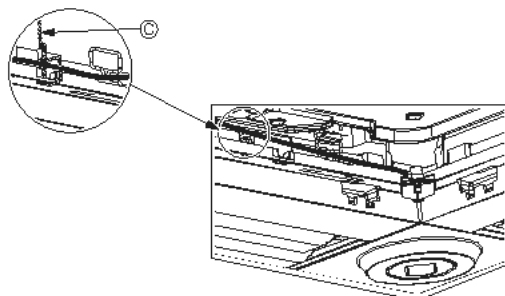

Fig. 10-12
- Fixez les fils du capteur i-See et du récepteur de signal au panneau à l'aide des fixations, comme indiqué sur le schéma, de sorte qu'il n'y ait pas de mou au niveau des fils, puis coupez le fil qui dépasse aux extrémités de la fixation. (Fig. 10-12)
- Si la position du capteur i-See a été permutée de la position "o" (E) à la position "a" (F), changez le réglage des fonctions. (Voir page 54.)